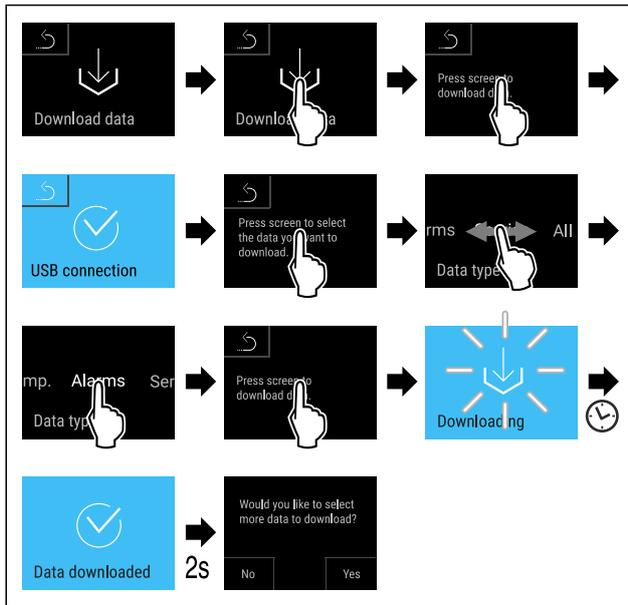

Fig. 136
- ▶ Handlungsschritte (siehe Fig. 136) durchführen.